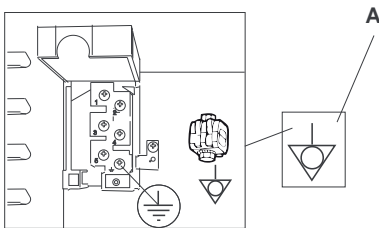

fig. 5
- Das Gerät muss an ein Potentialausgleichs- system angeschlossen werden; die Verbindung erfolgt dabei über einen Leiter mit einem Quer- schnitt von mindestens 10mm2, der mit der Klemme (A - Abb. 5) mit dem folgenden Symbol auf der Backofenrückseite verbunden ist.